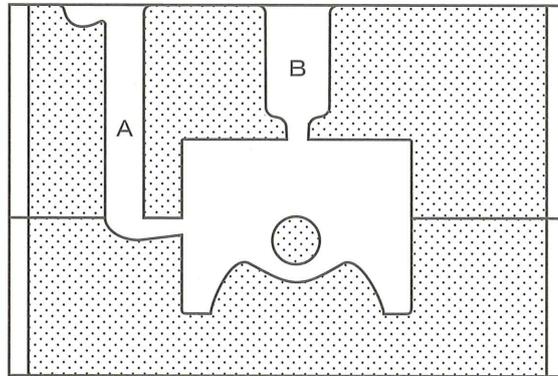

図4
- (1) 金属を加熱していくと、ある温度で液体になる。このときの温度を (a) といい、溶かした金属を (b) という。
- (2) 水分を含んだ鑄物砂で作られた型を、(c) という。
- (3) 図4は、鑄型の断面を示したものである。Aの部分を (d)、Bの部分を (e) という。